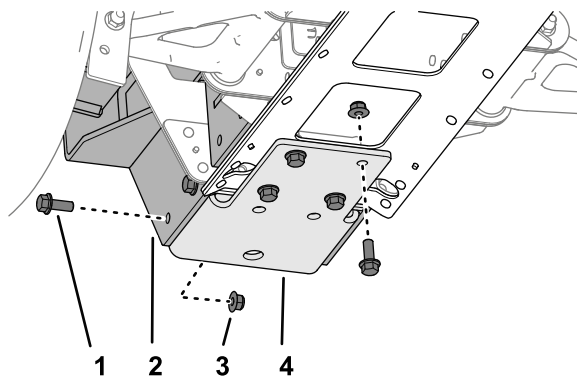

Figura 52
- Monte sem apertar o suporte inferior, montagem do apanha-bolas e placa do canal central como se mostra na (Figura 52) com 8 parafusos flangeados ($\frac{3}{8}$ x 1 pol.) e 8 porcas de bloqueio flangeadas ($\frac{3}{8}$ pol.).